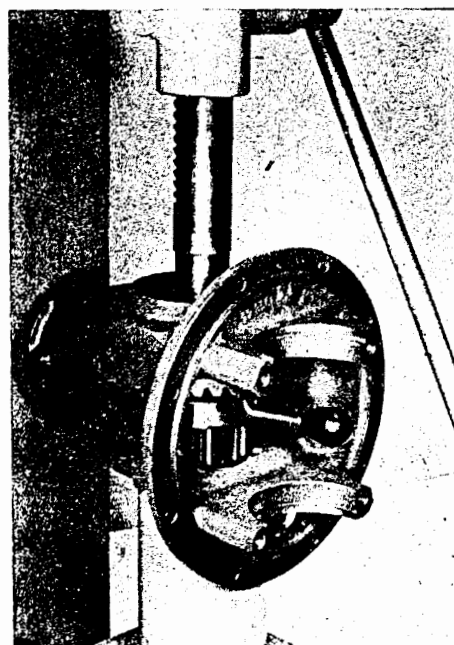

Bild H 27. Herausdrücken der Vorgelegewelle
2. Entsprechend Bild H 27 das Gehäuse auf den Tisch einer Dornpresse legen. Zwischen Tellerrad und Vorgelegewelle wird die Gabel 94 VP-693-4 geschoben.